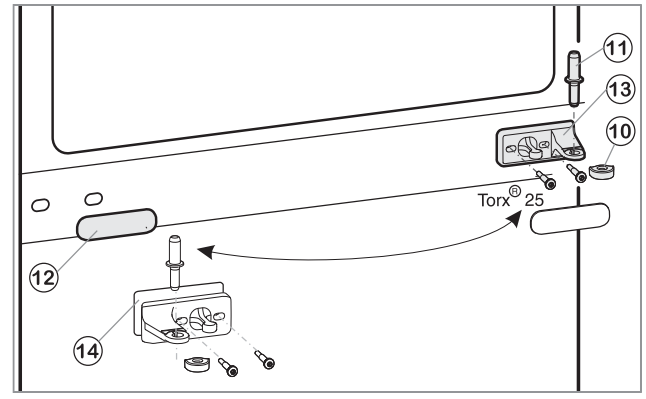

Fig.2
- Estrarre il perno di supporto centrale Fig. 2 (11) dal blocco di supporto e dalla porta inferiore.
- Staccare il coperchio di plastica Fig. 2 (10).
- Svitare il blocco di supporto centrale Fig. 2 (13) (2 x Torx® 25).
- Staccare il pannello di copertura Fig. 2 (12) facendo attenzione.
- Avvitare il blocco di supporto centrale Fig. 2 (13) con spessore Fig. 2 (14) ruotato di 180° sul nuovo lato cerniera saldamente a 4 Nm.
- Innestare nuovamente la copertura Fig. 2 (12) ruotata di 180° sul nuovo lato impugnatura.
- Applicare nuovamente il coperchio di plastica Fig. 2 (10) sul blocco di supporto centrale Fig. 2 (13).
- Inserire il perno di supporto centrale Fig. 2 (11) sul nuovo lato cerniera attraverso il blocco di supporto centrale Fig. 2 (13) nella porta inferiore.
- Mettere la porta superiore sul perno di supporto centrale Fig. 2 (11).
- Eventualmente allineare le porte sopra le due asole nel blocco di supporto in basso e nel blocco di supporto al centro Fig. 2 (13) a filo con l'involucro dell'apparecchio.